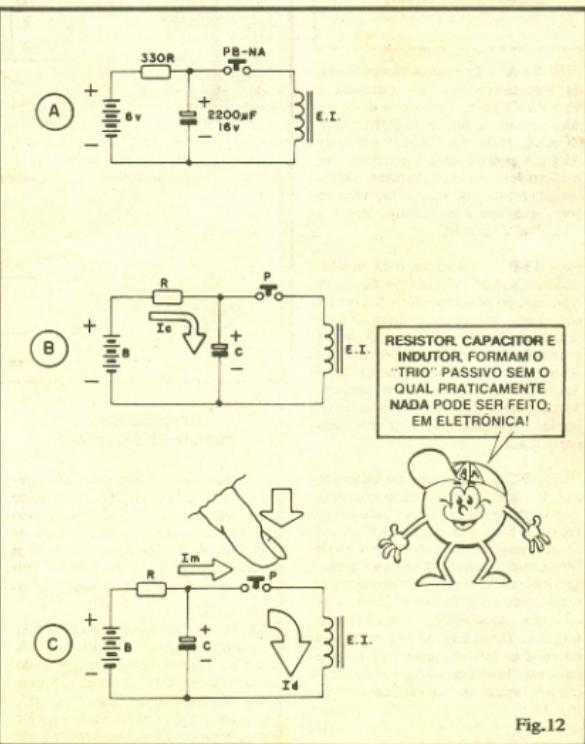

Fig.12
- FIG. 12-A - Esquema do Bloco de Alimentação Muquirana. Simplíssimo, ao alcance do entendimento do Leitor/Aluno no presente estágio inicial do nosso "Curso".
- FIG. 12-B - Como funciona a "coisa"... O capacitor C, de valor elevado (2.200uF) carrega-se, através do resistor R (330R), num regime máximo de
- FIG. 12-C - Descarga rápida e forte do capacitor C sobre a bobina E.I. ao premir-se o botão. A corrente de descarga (I_d) é "brava" o suficiente para gerar um bom campo magnético momentâneo, suficiente para nossos propósitos imediatos, no entanto, a "corrente de manutenção" (I_m) provida pelas pilhas, nesse instante, é pequena, perfeitamente "suportável"!